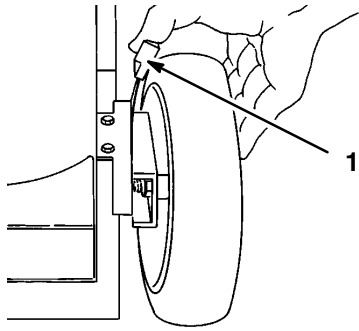

Abbildung 14
2. Zur Erleichterung der Einstellung das Gehäuse anheben, damit das Rad vom Boden abhebt. **Zum Anheben des Gehäuses nicht die Hände unter das Gerät stecken.** Den Einstellhebel zum Rad drücken (Abb. 14) und auf die gewünschte Einstellung schieben. Darauf achten, daß der Stift am Einstellhebel in der Kerbe in der Verschleißplatte am Mähergehäuse einrastet. Alle Räder auf dieselbe Höhe einstellen.